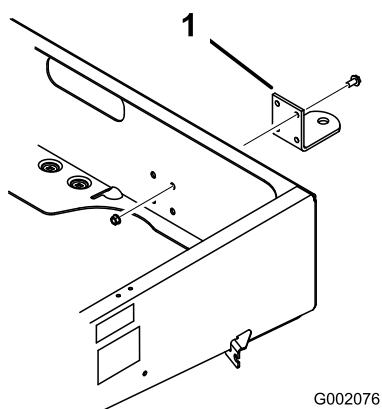

Figure 7
2. Placez la patte d'attelage en face des trous de montage sur le châssis. Fixez la patte d'attelage en position avec les vis et écrous (Figure 7).